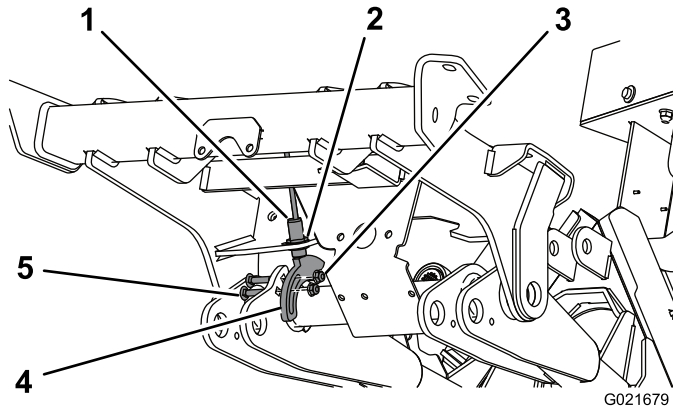

Figura 14
- Usando el taladro de la parte inferior del bastidor delantero, monte provisionalmente el interruptor de proximidad con las arandelas y las contratuercas (Figura 14).
- Monte provisionalmente la placa del sensor en el brazo de elevación izquierdo con 2 tornillos de cuello cuadrado de 5/16 x 1-1/4 pulgadas y tuercas con arandela prensada. No apriete todavía las contratuercas. Posicione la placa del sensor según se muestra en Figura 14. Asegúrese de que el interruptor no toca la placa del sensor.